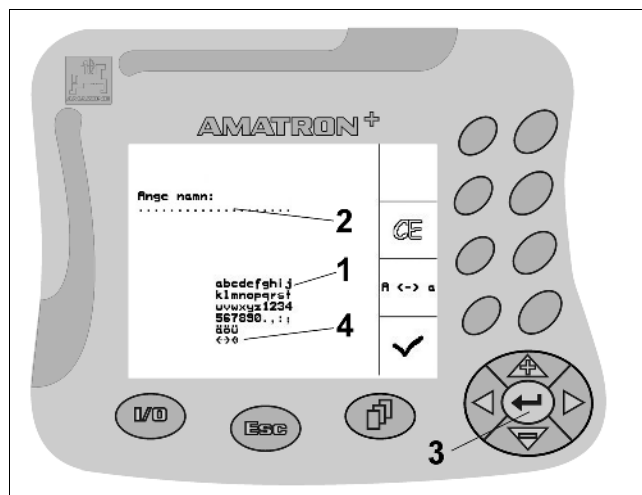

Fig. 13
Om det behöver matas in text eller siffror i **AMATRON⁺** visas inmatningsmenyn (Fig. 13).
I underkant på displayen visas ett urvalsfält (Fig. 13/1) med bokstäver, siffror eller pilar med vilket en inmatning kan skapas (Fig. 13/2) (text eller siffror).
-     Val av bokstäver eller siffror i urvalsfält (Fig. 13/3).
-  Bekräftar valet av bokstav eller siffra (Fig. 13/3).
Med pilarna   i urvalsfältet (Fig. 13/4) kan markeringen flyttas.
Med pilen  i urvalsfältet (Fig. 13/4) raderas senaste inmatning.